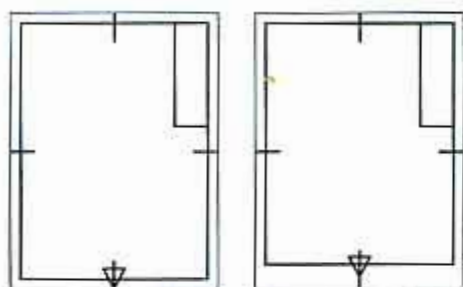
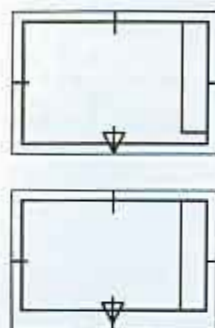

图6 标题栏的方位(X形图纸竖放时)
图7 标题栏的方位(Y形图纸横放时)
5.3 为了利用预先印制的图纸,允许将 X 型图纸的短边置于水平位置使用,如图 6 所示,或将 Y 型图纸的长边置于水平位置使用,如图 7 所示。
对中符号用粗实线绘制,线宽不小于0.5 mm,长度从纸边界开始至伸入图框内约5 mm,如图6、图7所示。
当对中符号处在标题栏范围内时,则伸入标题栏部分省略不画,如图7所示。
对于按5.3规定使用预先印制的图纸时,为了明确绘图与看图时图纸的方向,应在图纸的下边对中符号处画出一个方向符号,如图6、图7所示。